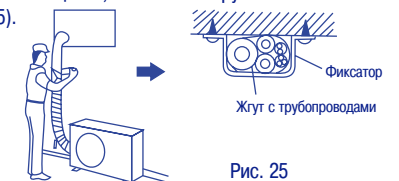

Рис. 25
- Оберните лентой часть жгута, расположенную снаружи помещения, начиная от наружного блока (рис. 25).